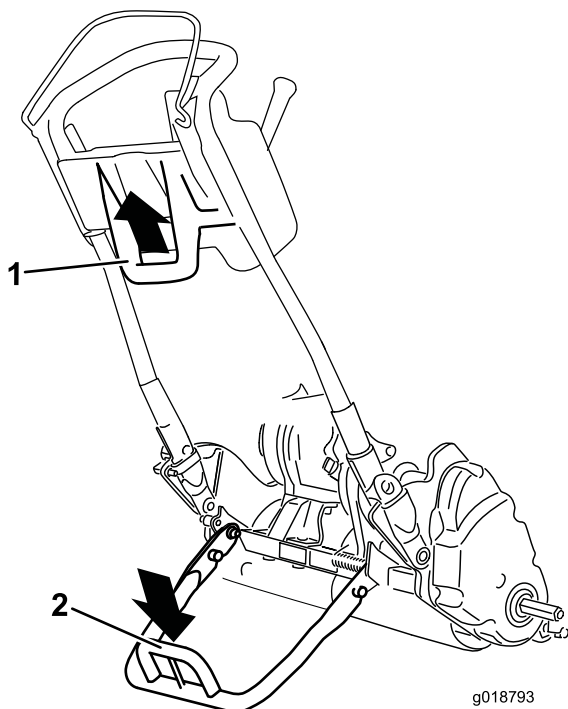

Figura 19
- Per montare le ruote da trasporto utilizzando il cavalletto, abbassate il cavalletto a terra e premete con un piede sul relativo occhiello, tirando contemporaneamente verso l'alto e indietro la stegola centrale inferiore della macchina (Figura 19).